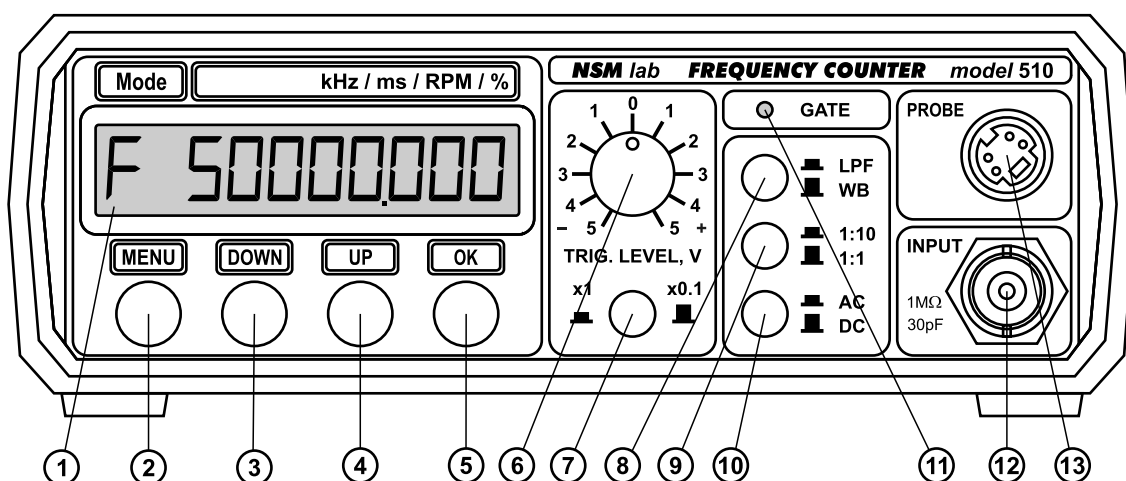

Рис. 1. Внешний вид передней панели частотомера FC-510.
Частотомер собран в пластмассовом корпусе размером 160 x 140 x 60 мм. На передней панели расположены входные разъемы, органы управления и дисплей. На задней панели частотомера находится выключатель питания, сетевой шнур и клемма заземления. Внешний вид передней панели частотомера показан на рис. 1.
Основной вход может быть открытым (DC) и закрытым (AC). Переключение производится кнопкой 10 (рис. 1). При открытом входе постоянная составляющая проходит на вход компаратора частотомера. Это позволяет путем регулировки порога компаратора выделять сигналы, имеющие пьедестал постоянного уровня. При закрытом входе на вход компаратора проходит только переменная составляющая сигнала. В этом случае может быть установлен нулевой порог компаратора, который подойдет для большинства сигналов.
Регулировка порога компаратора производится с помощью переменного резистора 6 (рис. 1). Пределы регулировки переключаются кнопкой 7 и могут быть ± 5 В или ± 0.5 В. Если включен входной делитель 1:10, то эквивалентное значение порога,
На передней панели частотомера имеется светодиод 11 (рис. 1). Он загорается в то время, когда производится счет. Для того, чтобы запустился процесс счета, на вход частотомера должен поступать сигнал, а порог компаратора должен быть правильно настроен. Если компаратор не переключается, то измерение не начинается, и светодиод погашен. Таким образом, светодиод удобно использовать для настройки порога компаратора.